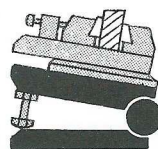
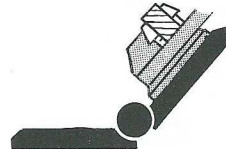

Fig. 13
Fig. 14
- 2) Adaptation du RP 60 tournant ; l'ensemble constitué est entièrement universel et d'un encombrement minimum, fig. 13, 14, 15, 16.
Recto, fig. 13      Verso, fig. 14